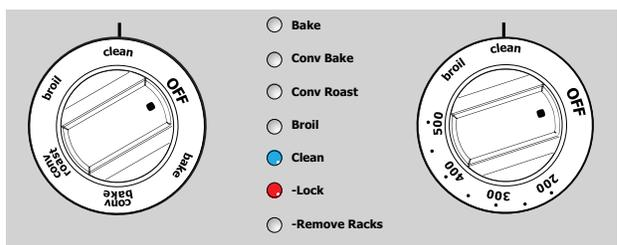

Figure 23 : Lancement du cycle d'autonettoyage
2. Tourner le bouton du four sur < Clean > (autonettoyage). Les témoins lumineux < Clean > (autonettoyage) et < Lock > (verrouiller) clignotent durant l'enclenchement du verrou (environ 15 secondes). Voir Figure 23 ci-dessous.